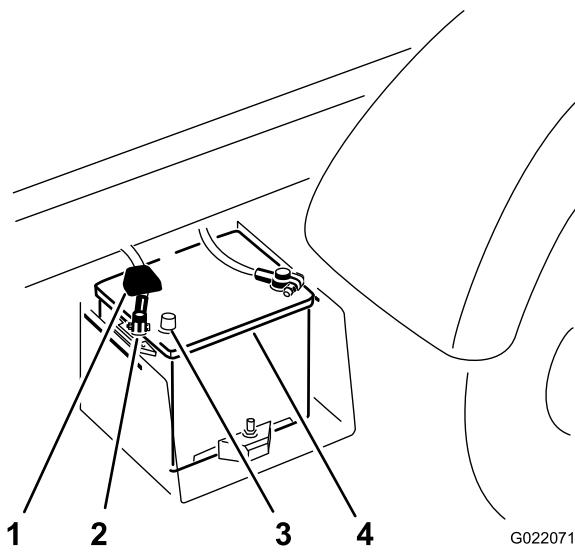

Figure 4
- C. Débranchez la cosse du câble positif de la borne de la batterie (Figure 4).
1. Branchez le câble positif de la batterie à la batterie (Figure 4) ; voir Préparatifs d'installation du kit.